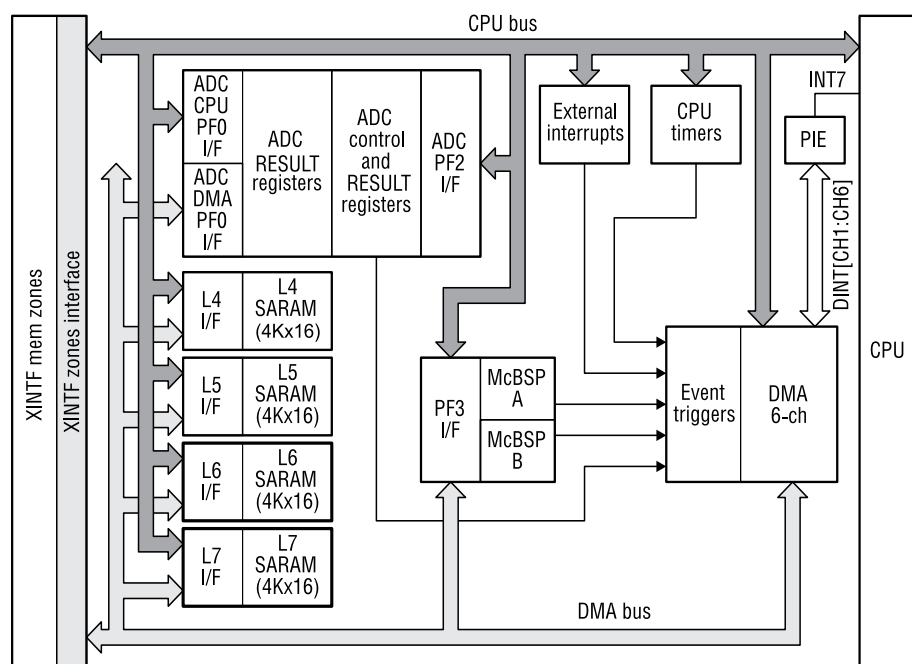

Рис. 5. Схема взаимодействия контроллера ПДП с памятью и периферийными устройствами
- Источники/приемники данных, обслуживаемые контроллером ПДП (рис. 5):
• Все источники/приемники данных связаны с контроллером ПДП дополнительной системой шиной DMA bus, аналогичной системе шине ЦП CPU bus. Они могут использоваться в режиме разделения времени и центральным процессором и контроллером ПДП (рис. 5). Конфликты доступа к памяти и периферии разрешаются аппаратно с помощью дополнительного арбитрашины.